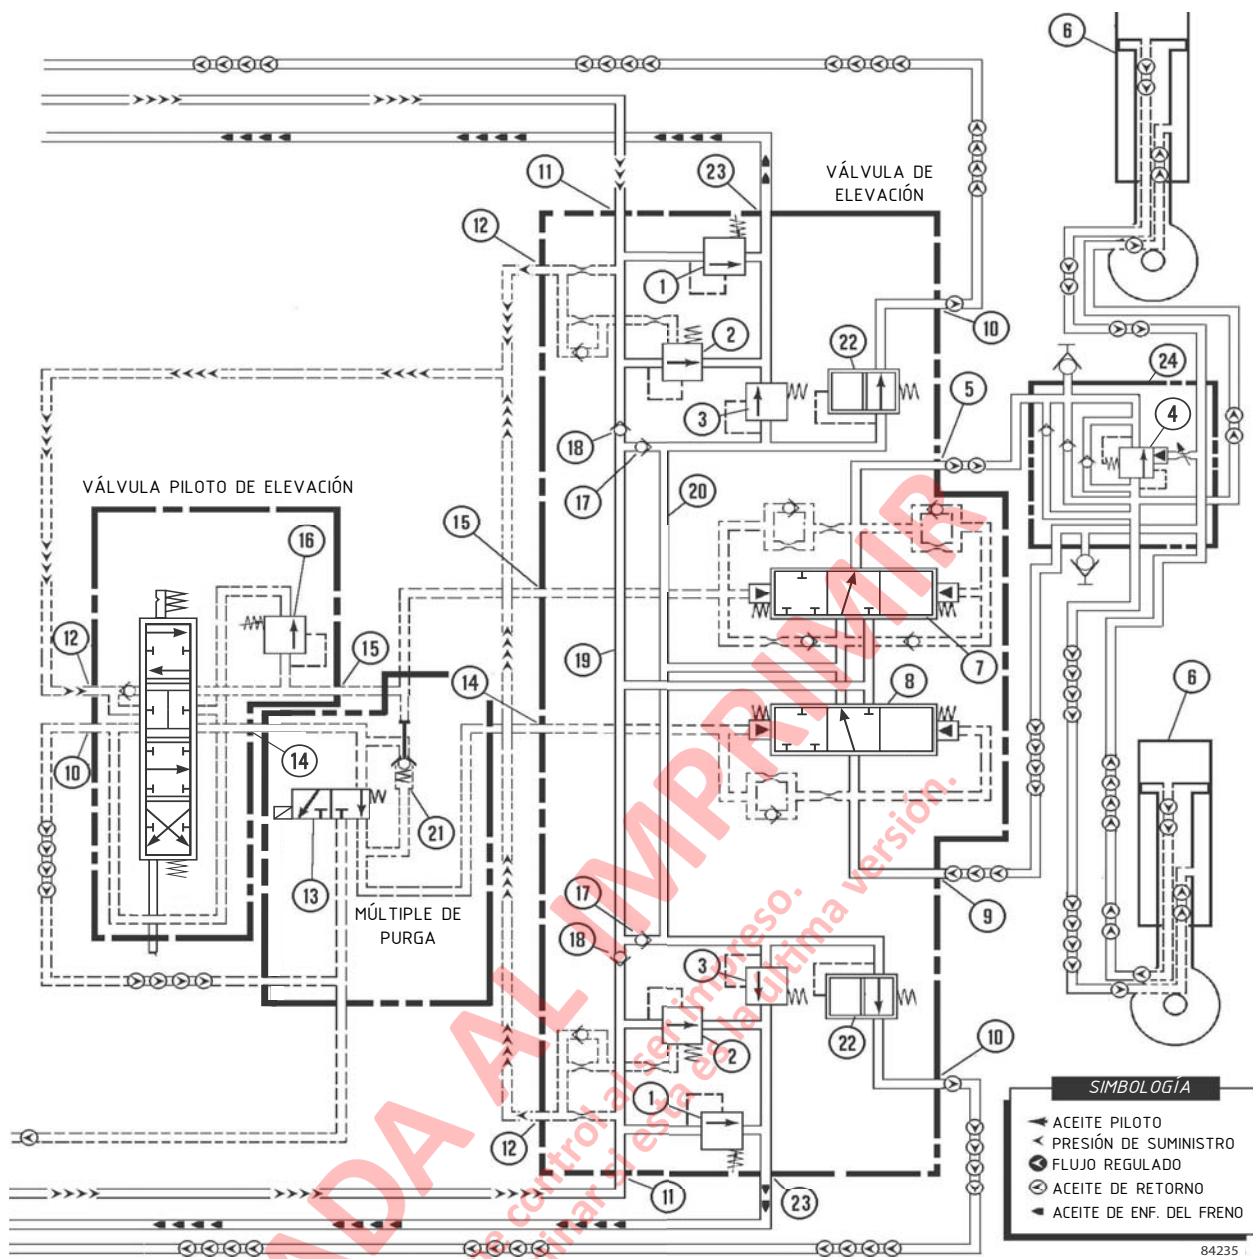
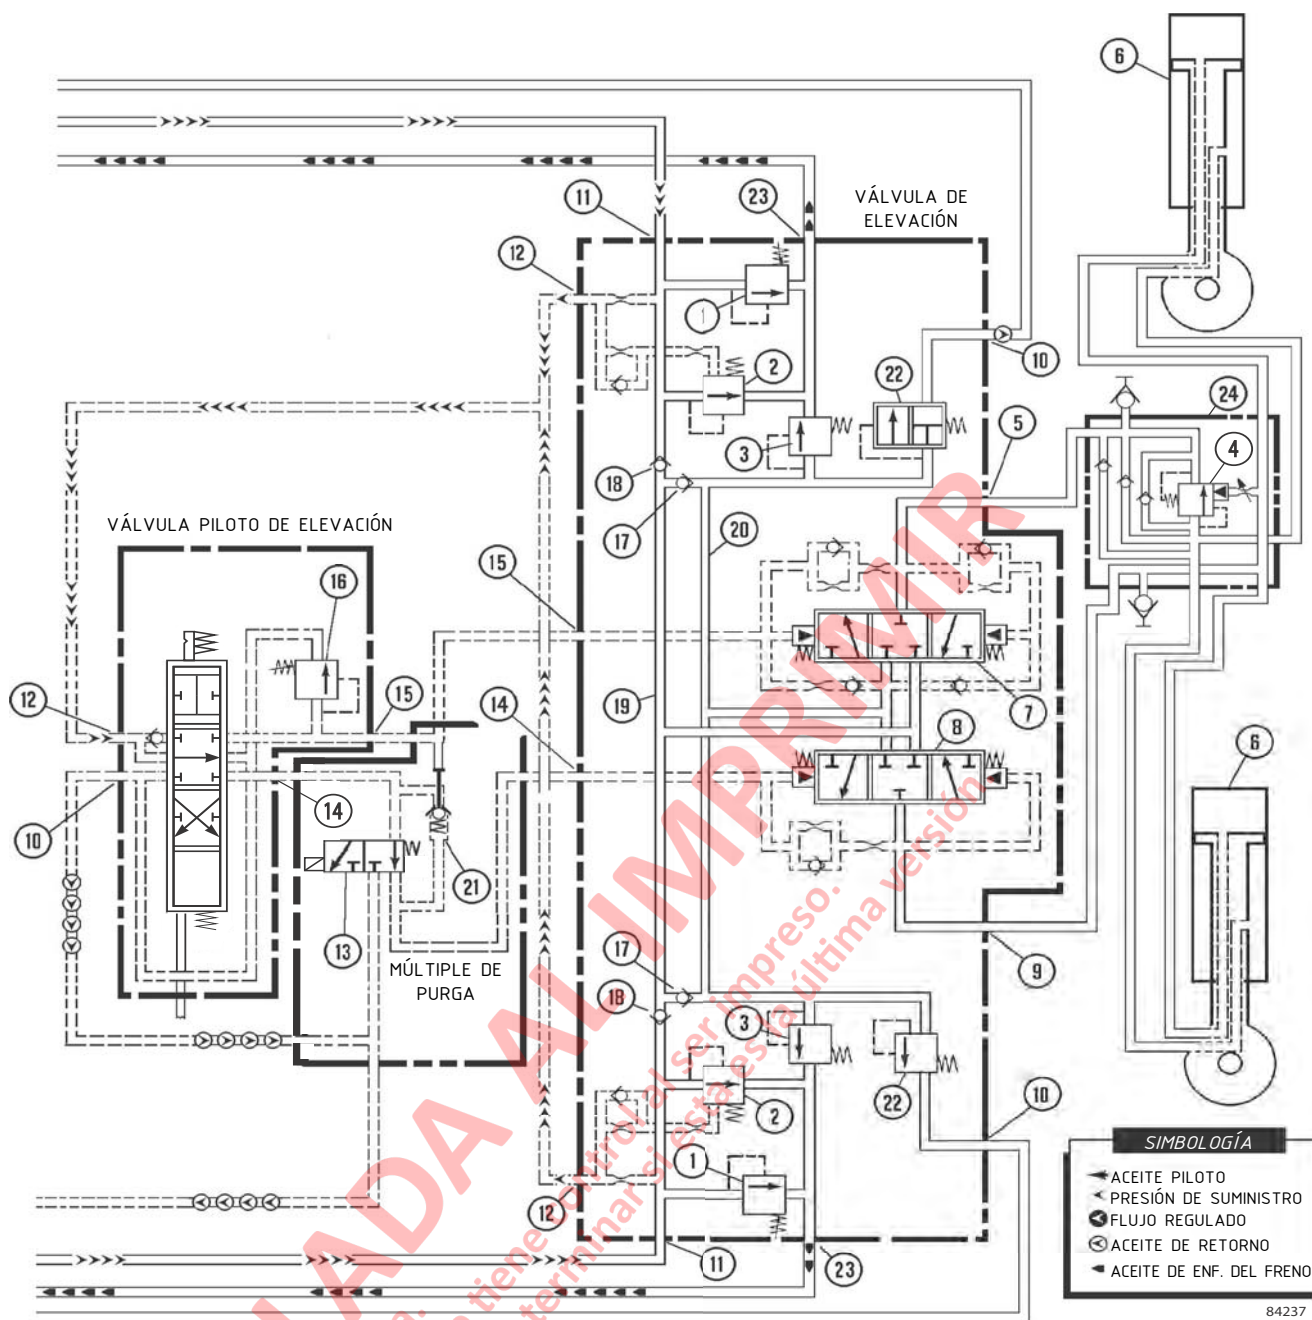

FIGURA 7-5. POSICIÓN DE FLOTACIÓN
FIGURA 7-7. POSICIÓN DE SOSTENIMIENTO
La Figura 7-5 muestra la posición de la válvula piloto de elevación cuando la tolva del camión se encuentra sobre el bastidor. Sin embargo, las válvulas internas y los carretes de la válvula de elevación estarán en la posición que se muestra en la Figura 7-7.
El aceite de la bomba de elevación ingresa a las secciones de entrada de la válvula de elevación en el puerto (11), pasa a través de la válvula de retención (18) y se detiene en el conducto cerrado de alta presión (19) en los dos carretes principales (7) y (8) como se muestra en la Figura 7-5.
Operación de sostenimiento (Figura 7-7)